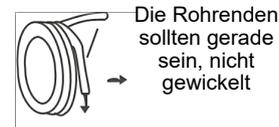

Abb. 5.3
- b. Biegen Sie das flexible Kupferrohr (siehe Abb.5.3)